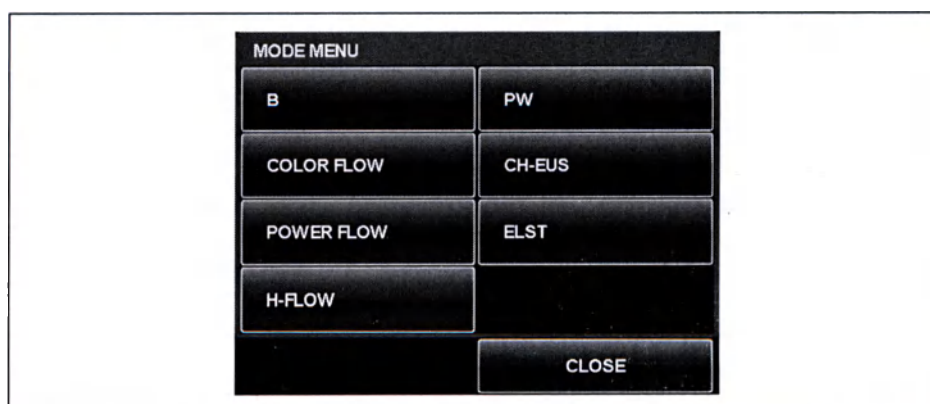

Рисунок 7.48
- 3 Выберите нужный режим с помощью кнопки сенсорной панели. (см. рис. 7.48)